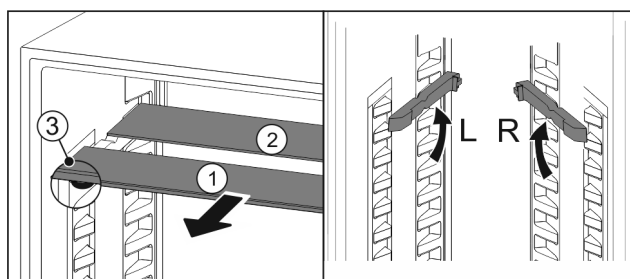

Fig. 62
- Skleněné desky jednotlivě vytáhněte dopředu Fig. 62 (1).
- ▷ Skleněná deska Fig. 62 (1) s ozdobnou lištou leží vpředu.
- ▷ Zarážky Fig. 62 (3) směřují dolů.